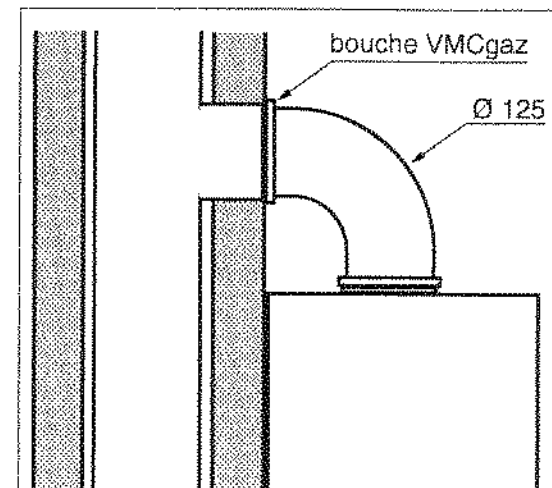

Fig. 7
- Le raccordement est prévu pour emboîtement du tuyau ou du coude à l'intérieur de la buse de sortie de l'antirefouleur de la chaudière (voir fig. 7 page 10).